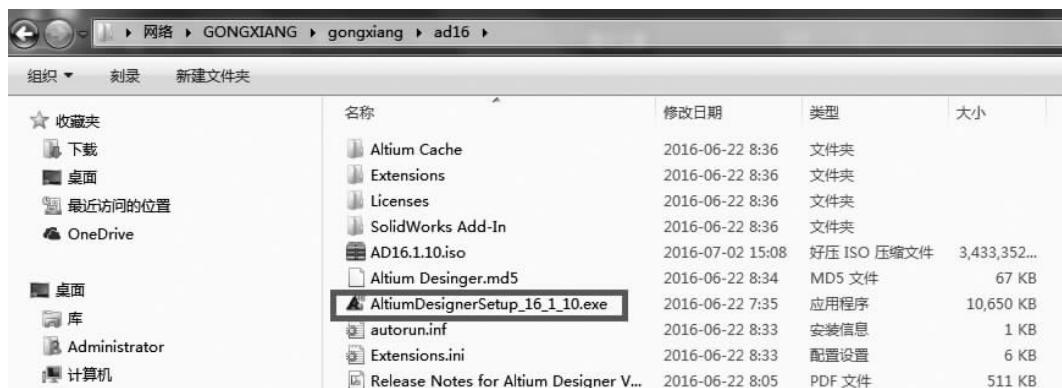

图 1-1 Altium Designer 16 安装文件
(1)解压并打开下载文件,双击“AltiumDesignerSetup\_16\_1\_10.exe”开始安装,如图 1-1 所示。